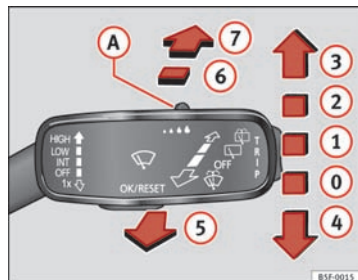

Fig. 64 Betjening af forrude- og bagrudeviskere
- Tryk betjeningsarmen til viskerne nedad et kort øjeblik ⇒ Fig. 64 ④.